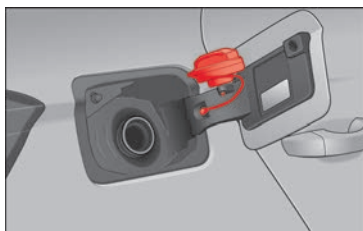

Fig. 65 Tapa del depósito con el tapón encajado.
- Colóquelo en el espacio que hay en la bisagra de la tapa abierta » **fig. 65.**